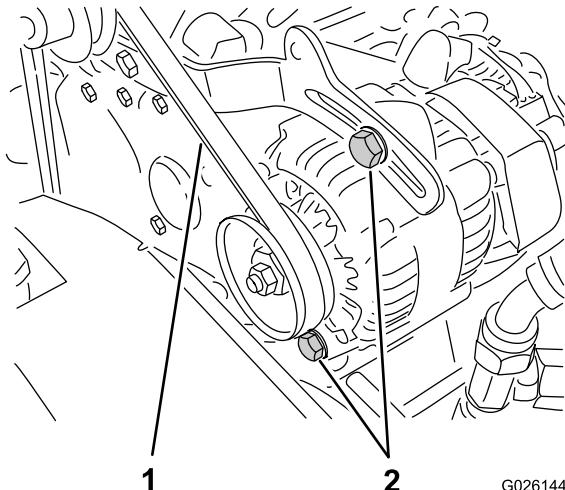

Figura 67
2. Verifique a tensão pressionando a correia a meio curso entre o cárter e as polias do alternador com uma força de 10 kg (Figura 67).
- A. Desaperte os 2 parafusos de fixação do alternador (Figura 67).
da correia; depois, aperte os parafusos de montagem (Figura 67).